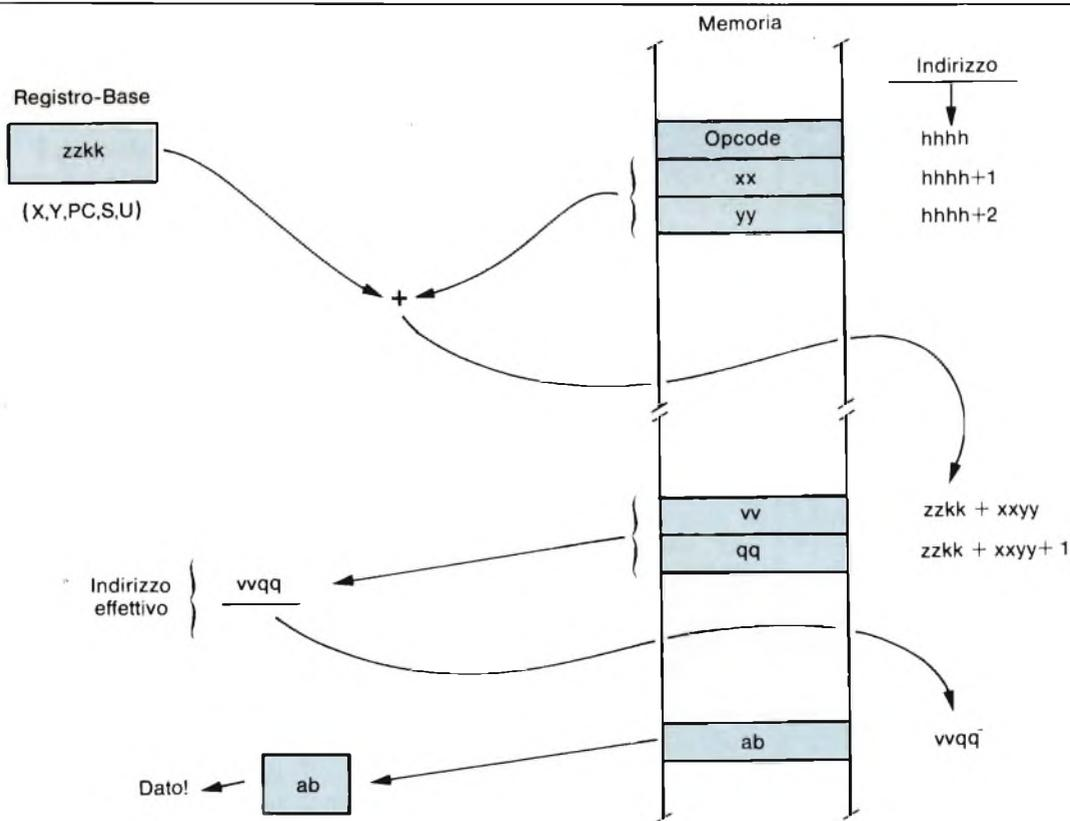

Fig. 6 - Costruzione dell'Indirizzo effettivo EA in una istruzione indicizzata E indiretta (con offset costante).
Le figure 6 e 7 mostrano un esempio di modo indicizzato con offset e per giunta anche indiretto. La figura 6 mostra il procedimento di calcolo dell'indirizzo effettivo (EA), mentre la figura 7 mostra l'esecuzione dinamica di una istruzione del tipo: `ADDA (5, X)`.